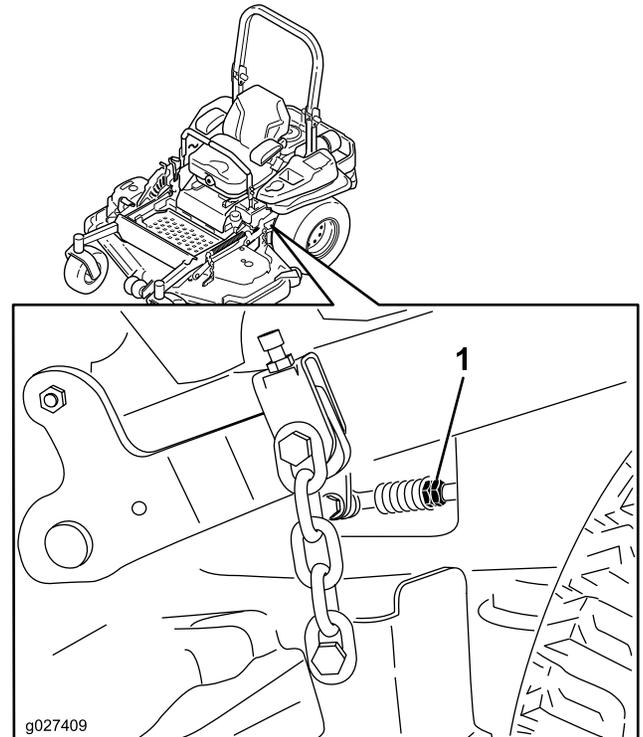

Figura 84
9. Ajuste la longitud de las varillas de control de las bombas girando las tuercas dobles de la varilla en el sentido apropiado, hasta que las ruedas se muevan ligeramente en marcha atrás (Figura 84).